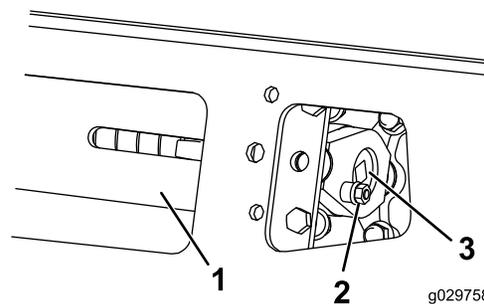
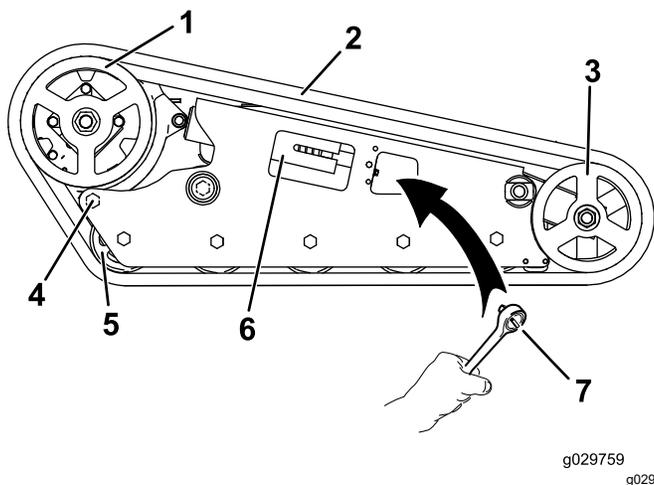

Figura 59
Figura 65
3. Retire o parafuso de bloqueio, o espaçador e a porca (Figura 59).
5. Alinhe o entalhe mais próximo no parafuso tensionador com o orifício do parafuso de bloqueio e fixe o parafuso com o parafuso de bloqueio e a porca (Figura 59).
4. Retire o parafuso de bloqueio e a porca (Figura 59).
5. Utilizando uma chave de ½ polegada, liberte a tensão de acionamento rodando o parafuso tensionador no sentido dos ponteiros do relógio (Figura 59 e Figura 65).
- Desaperte o parafuso traseiro, perto da roda motriz (Figura 65).